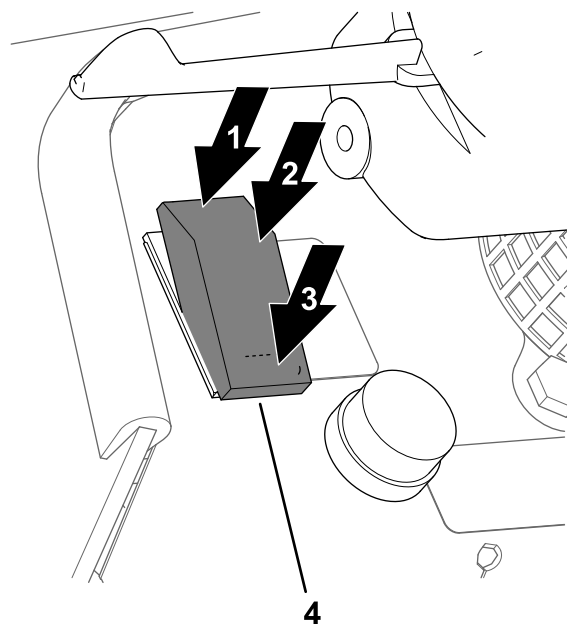

Figura 70
- Spostate l'interruttore delle luci in avanti (verso l'estremità della spalla dell'interruttore) per portare le luci operative in posizione di ACCENSIONE (Figura 70).
- Spostate l'interruttore delle luci in posizione centrale per portare le luci in posizione di SPEGNIMENTO (Figura 70).
- Spostate l'interruttore delle luci indietro (verso l'estremità discendente dell'interruttore) per portare i fari in posizione di ACCENSIONE (Figura 70).